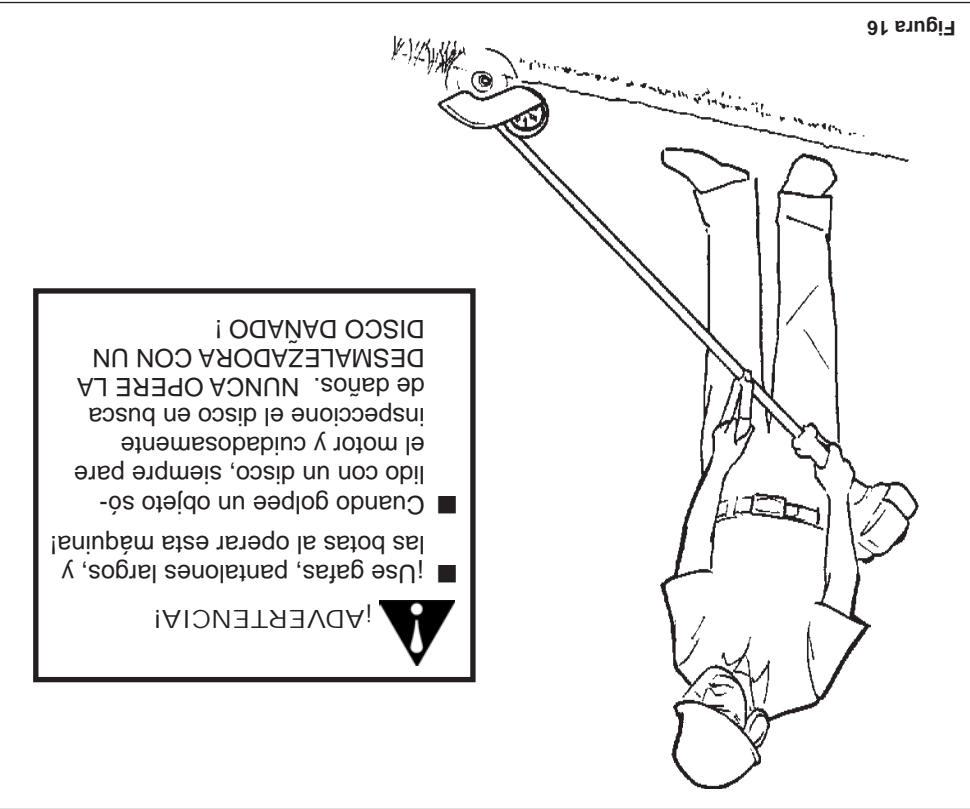

Figura 16
- Empiece cada pasada posicionando la unidad sobre el trabajo y con el motor a media marcha. Baje lentamente la hoja al suelo y al mismo tiempo acelere el motor a toda marcha. Vea la Figura 16.
- 6. Cuando arranque el motor, mueva despacio la palanca del cebador a la posición "OPEN" (abierto). Consulte la figura 16. (Si el motor para después del arranque inicial, cierre la palanca del cebador y vuelva arrancar).